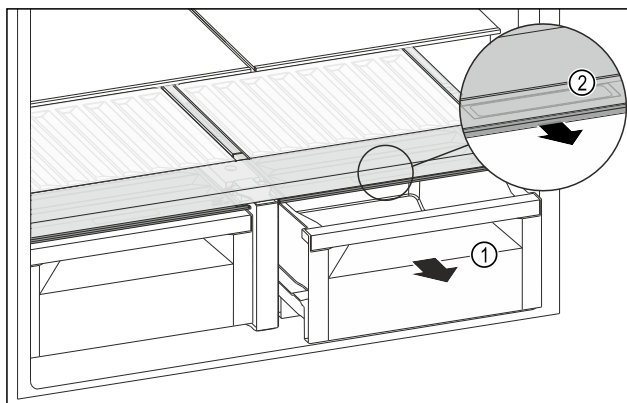

Fig. 126
- ▶ Izvlecite predal Fig. 126 (1).
- ▶ Primate prijemalno vdolbino Fig. 126 (2) na pokrovu predala in predal istočasno povlecite naprej.